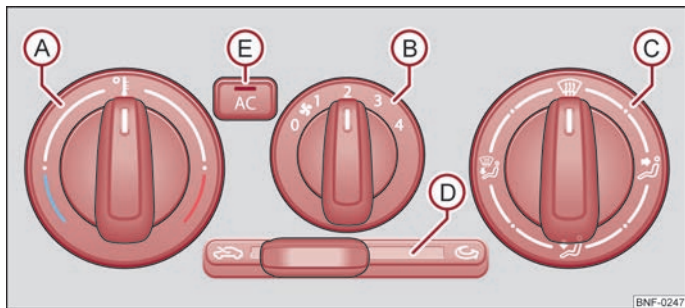

Fig. 56 Aircondition: betjeningselementer
Køleanlægget arbejder, når der er trykket på knappen **AC** ⇒ Fig. 56 Ⓔ, og følgende betingelser er opfyldt:
- Drej drejekontakten **A** ⇒ Fig. 56 mod højre for at øge temperaturen.
- Tryk på knappen **AC**  ⇒ Fig. 56. Kontrollampen i knappen lyser.
- Betjeningselementerne Ⓐ, Ⓑ, Ⓒ, Ⓓ og knappen Ⓔ ⇒ Fig. 56
- Skub skydekanten Ⓓ ⇒ Fig. 56 til position ⇐.